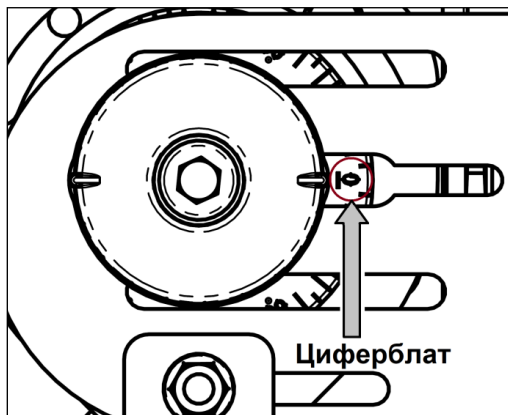

Рисунок 10.6 Регулировки углов наклона прожектора
Для определения угла наклона оптической части прожектора относительно скобы крепления, а также секций прожектора относительно рамы, на крепёжных узлах прожектора имеются циферблаты с нанесённой градуировкой углов наклона (рисунок 10.6).
- путем нажатия на фиксаторы контактной вставки поз.1 **рисунок 10.6а** при помощи отвертки с прямым шлицем произвести частичную разборку ответного разъема.
- питающий кабель завести в корпус с герметизирующим элементом поз.2 через гайку поз.1 **рисунок 10.6б**.
- установите кнопку на контактную вставку разъема поз.1 **рисунок 10.6в**. Надвиньте корпус разъема поз.2 на контактную вставку поз.1. Убедитесь, что фиксаторы контактной вставки защелкнулись в технологических отверстиях корпуса разъема.
- затянуть гайку поз.1 **рисунок 10.6б**, усилие затяжки 4±1 Нм.
Рисунок 10.6 а
Рисунок 10.6 б
Рисунок 10.6 в
Рисунок 10.6г Подключение прожектора к сети управления DMX при помощи кабеля подключения DMX.